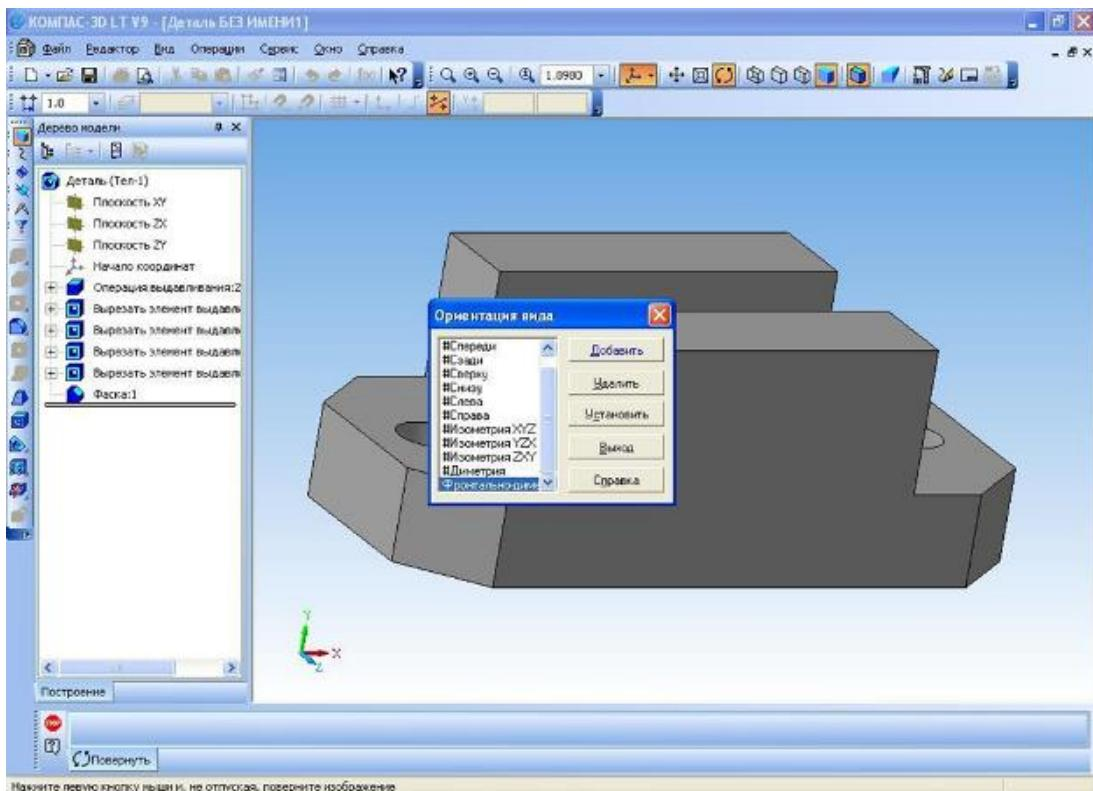

Рис.29
8. Этой же командой можем воспользоваться и при рассмотрении аксонометрических проекциях или же можно создать свою проекцию. (см. приложение рис.29).
9. По окончанию чертежа необходимо его сохранить на компьютере в своей папке (см. приложение рис.29).